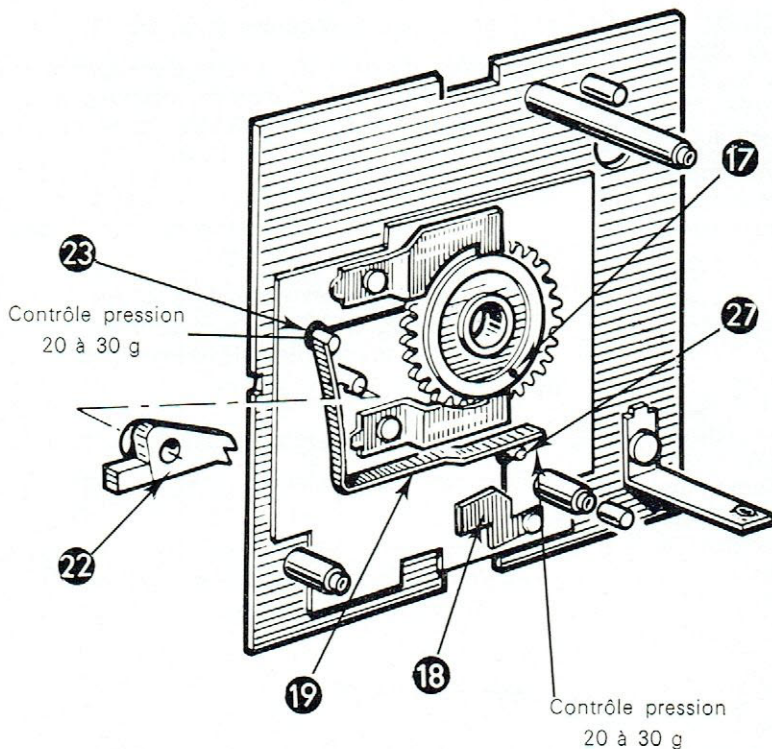

Fig. 44
- c) Vérifier que le bouton « hors service » et le bouton d'arrêt automatique écartent bien la lamelle de contact de ses plots pour l'interruption du courant et qu'en position de sonnerie la pression de cette lamelle au niveau de ses plots est comprise entre 20 et 30 g (dynamomètre 10 à 30 g, mesure faite en bout de lamelle) (fig. 44)